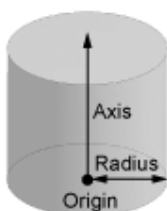

图 3-68 圆柱
- 圆柱，由 **Cylinder** 按钮提供，参数如图 3-68 所示。